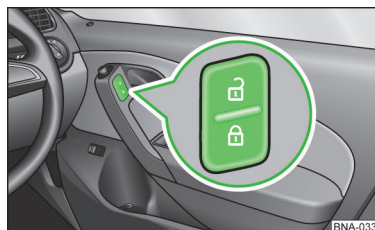

Fig. 22
- To **lock**, press the button » fig. 22.